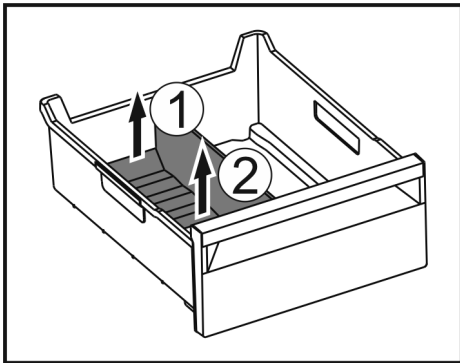

Fig. 138
- ▶ Hinteren Teil des Eisfach-Trenners anheben. Fig. 138 (1)
- ▶ Eisfach-Trenner nach oben entnehmen. Fig. 138 (2)